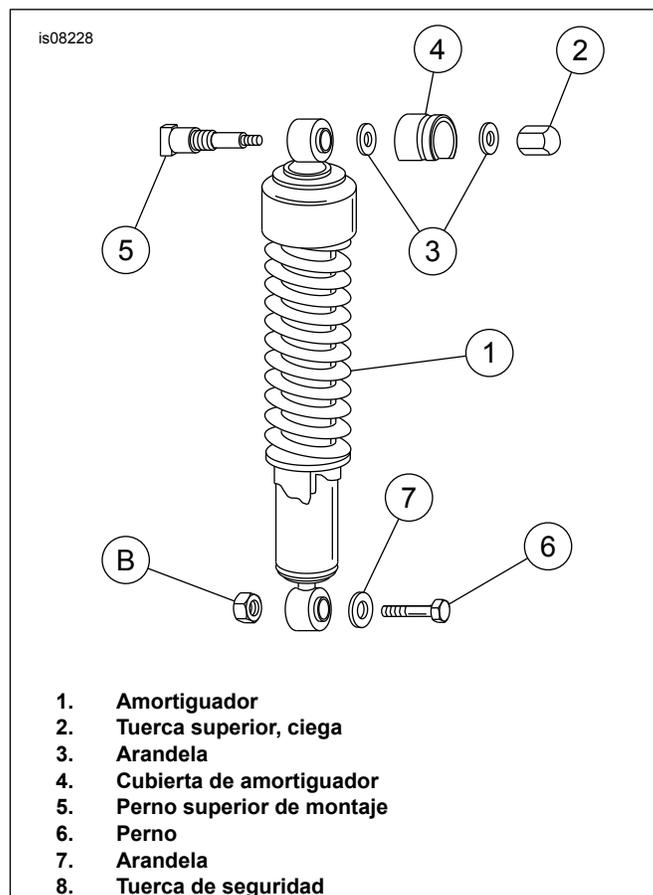

Figura 6. Extracción de los amortiguadores – Modelos Hugger solamente
4. Vea Figura 6. Con el guardabarros trasero y la estructura sujetos firmemente, extraiga los amortiguadores izquierdo y derecho quitando la tuerca superior (2), la(s) arandela(s) (3) y la cubierta del amortiguador (4). Extraiga el perno (6), la arandela (7) y la tuerca de seguridad (8) del soporte inferior del amortiguador. Extraiga el amortiguador.
6. Vea Figura 6. Instale los amortiguadores utilizando los elementos de sujeción originales. Apriete la tuerca ciega (2) a 28,5-47,5 N·m (21-35 lb-pie). Apriete la tuerca de seguridad (8) a 40,7-67,8 N·m (30-50 lb-pie).